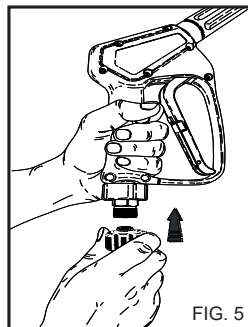

FIG. 5
Подсоедините шланг высокого давления к аппарату (рис.4C) и к пистолету (рис. 5).
3) Нажав рычаг на пистолете, сбросьте давление в шланге высокого давления (рис. 5А).